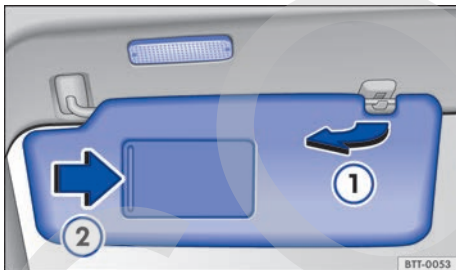

Fig. 85 Parasol.
- Extraer del soporte y girar en dirección a las puertas → fig. 85 ①.
En la parte posterior del parasol se encuentra un espejo de cortesía provisto de una tapa. Al abrir la cubierta → fig. 85 ② se enciende una luz.